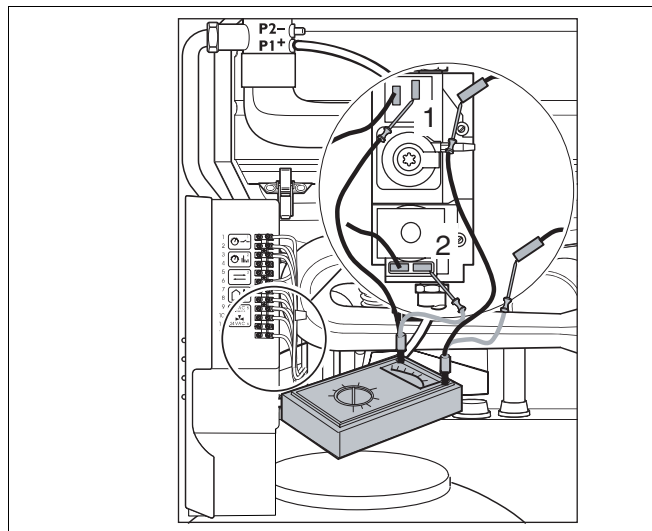

Abb. 49 Ansteuerung der Gasarmatur prüfen
- Einen Kabelstecker am Hauptgasventil abziehen und Strommessgerät dazwischen schalten, Messbereich bis 1000 mA Wechselstrom (Abb. 49, Pos. 1).
- Gleichen Messvorgang am Zündgasventil (Abb. 49, Pos. 2) durchführen.